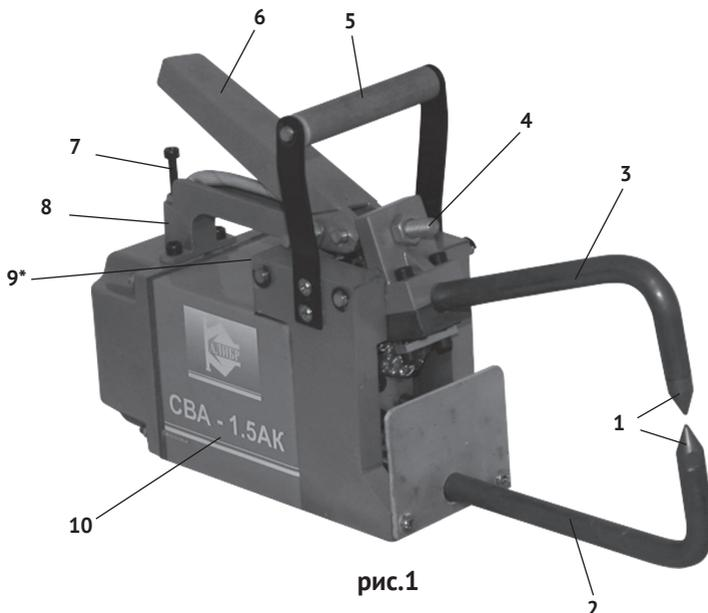

рис.1
4.1 Общий вид инвертора представлен на рис. 1:
4.2 Силовой трансформатор сварочного аппарата расположен в металлическом корпусе (рис.1 поз.10). Подвижный электрод (рис.1 поз.3), при нажатии на рычаг (рис.1 поз.6), опускается вниз и создаёт необходимое давление между наконечниками электродов (рис.1 поз.1) и свариваемыми заготовками. Болтом (рис.1 поз.4) регулируется расстояние между электродами, в зависимости от толщины заготовок.
Выключатель (рис.1 поз.9), расположенный под кронштейном рычага, имеет два фиксированных положения «I» - включено и «0» - выключено.
- винт-ограничитель давления (рис.1 поз.7) выставить таким образом, чтобы при касании его рычагом (рис.1 поз.6), на электроды передавалось давление, необходимое для точечной сварки заготовок из определённого металла конкретной толщины;
- нажмите на рычаг (рис.1 поз.6) сварочного аппарата до касания винта-ограничителя и переведите выключатель в положение «I» - включено, для подачи энергии на трансформатор.